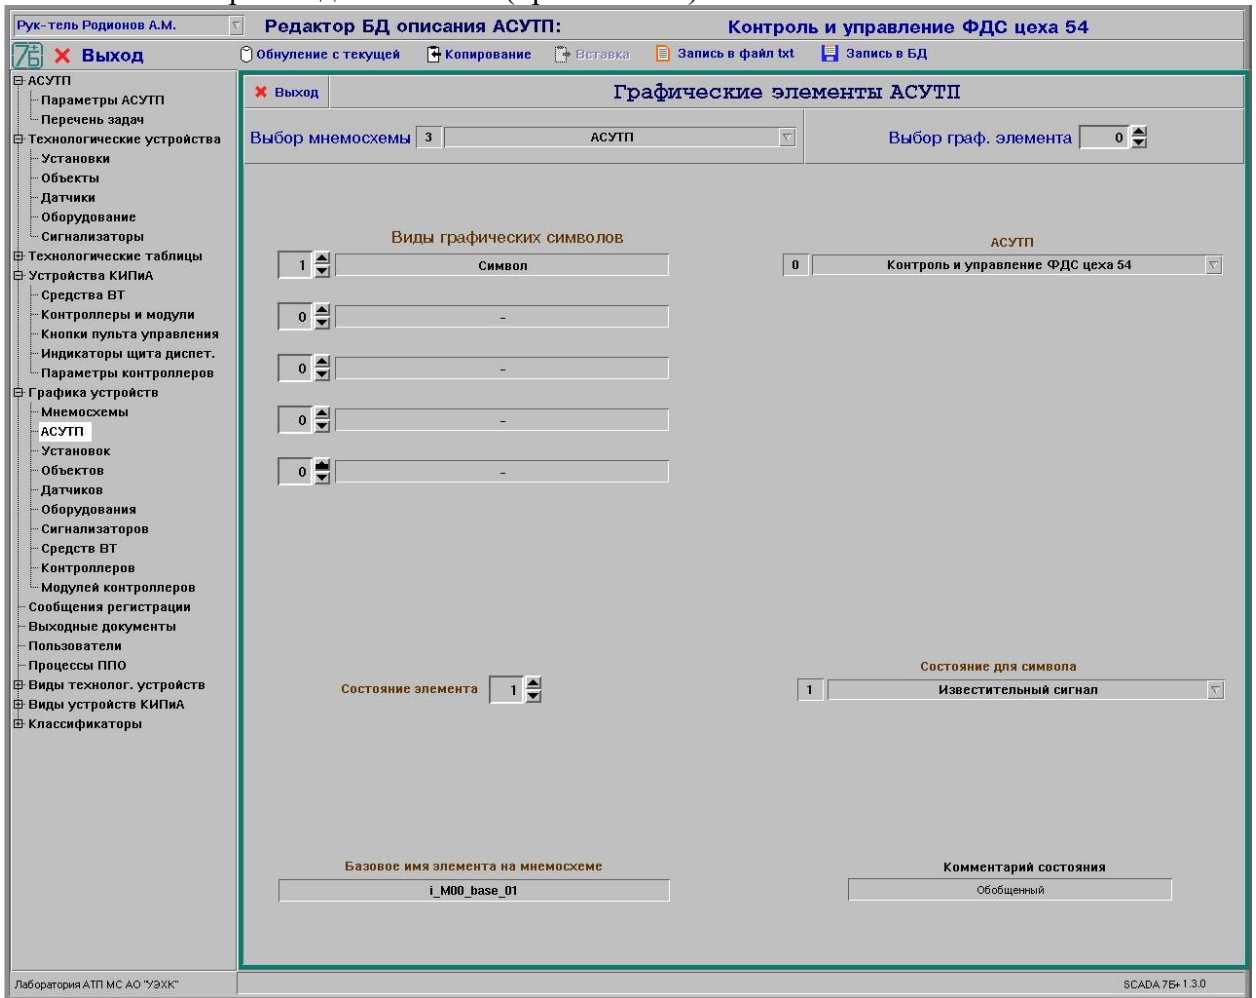

Рисунок 15 - Окно редактирования параметров графических элементов АСУТП
8.13.1 После выбора в иерархическом списке одной из следующих тем: «АСУТП», «Установки», «Объекты», «Датчики», «Оборудование», «Сигнализаторы», «СВТ», «Контроллеры» или «Модули контроллеров» (группа тем «Графика устройств») на экране будет отображено окно редактирования параметров графических элементов (см. рис. 15 - 23).